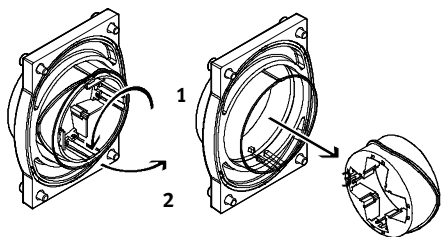

图 10: 取下指示环
2. 将指示环转动 90° (参见图 10)。
1. 将指示环重新放入传感器盒的盖中。请按拆卸相反的顺序进行 (→ 也参见图 10)。